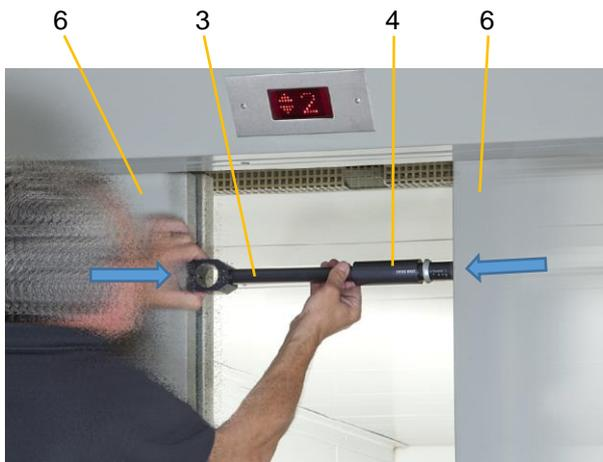

Bild 7
- E1 **zentral öffnende Schacht- und Kabinentüre** (Bild 7)